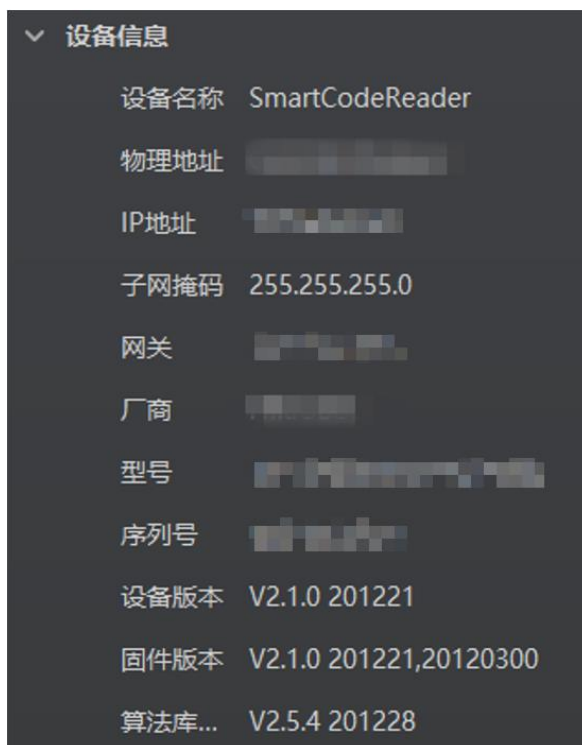

图4-1 设备信息
2. 查看设备信息。此时“相机连接”模块下方可显示设备的基本信息，包括设备名称、物理地址、IP 地址、子网掩码、网关、厂商、型号、序列号、设备版本和固件版本等，如图 4-1 所示。